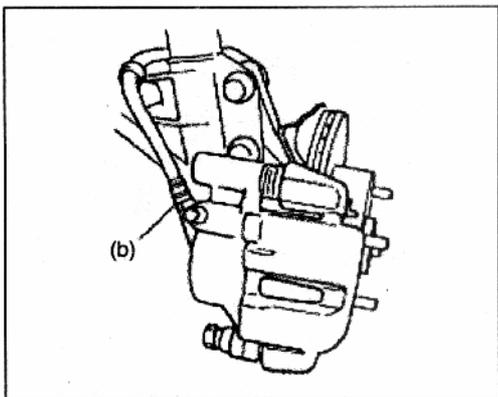

Рис. 655
- 4) Затяните штуцер шланга требуемым моментом (Рис.655). Момент затяжки (b):16Нм